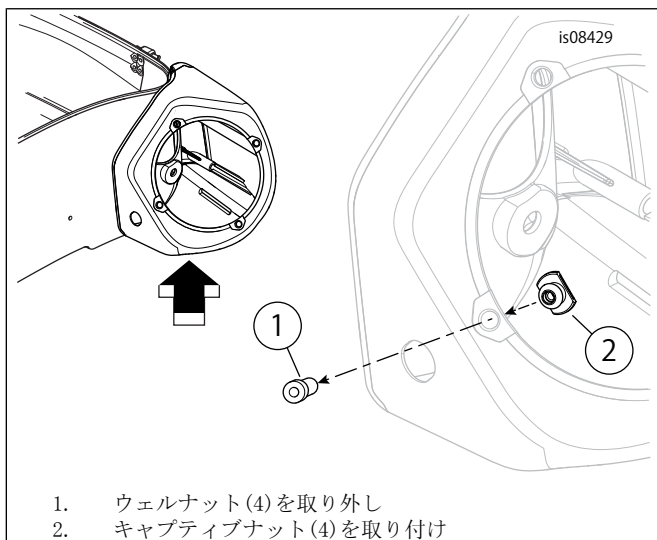

図1。リアスピーカーエンクロージャーのナットの取り外しと取り付け
1. 「図1」を参照。4つのウェルナット(1)を各スピーカーエンクロージャーから取り外します。キャプティブナット(2)を、エンクロージャーの内側から、各穴に取り付けます。